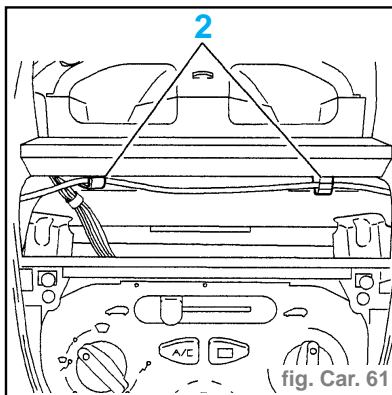

fig. Car. 61
- Ouvrir les colliers (2) (fig. Car. 61).